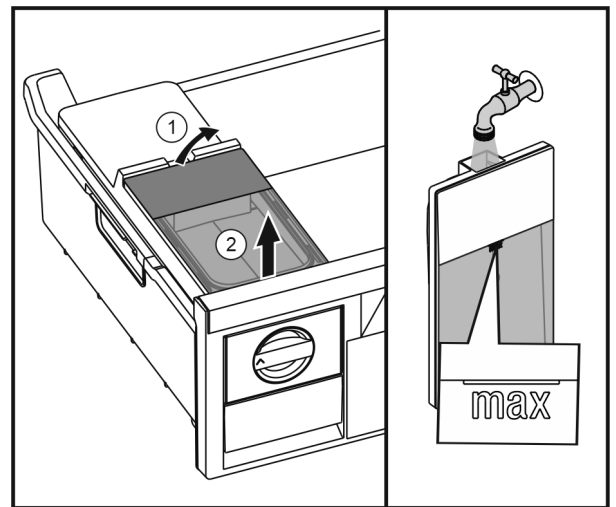

Fig. 30
- ▶ Levante el depósito de agua por detrás Fig. 30 (1) y retírelo desde arriba Fig. 30 (2).